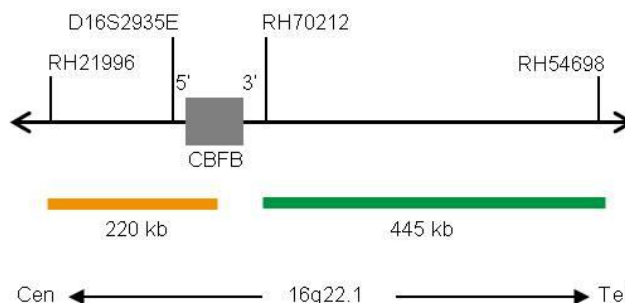

Fig. 1: SPEC CBF B Mapa de la sonda (no está a escala)
- Polinucleótidos marcados en verde (excitación a 503 nm/emisión a 528 nm) ZyGreen (~10,0 ng/μl), dirigidos a secuencias localizadas en 16q22.1* (chr16:67,161,347-67,605,304) distales a la región del punto de ruptura de CBF B (ver Fig. 1).
- Polinucleótidos marcados en naranja (excitación a 547 nm/emisión a 572 nm) ZyOrange (~4,5 ng/μl), dirigidos a secuencias localizadas en 16q22.1* (chr16:66,882,262-67,102,895) proximales a la región del punto de ruptura de CBF B (ver Fig. 1).